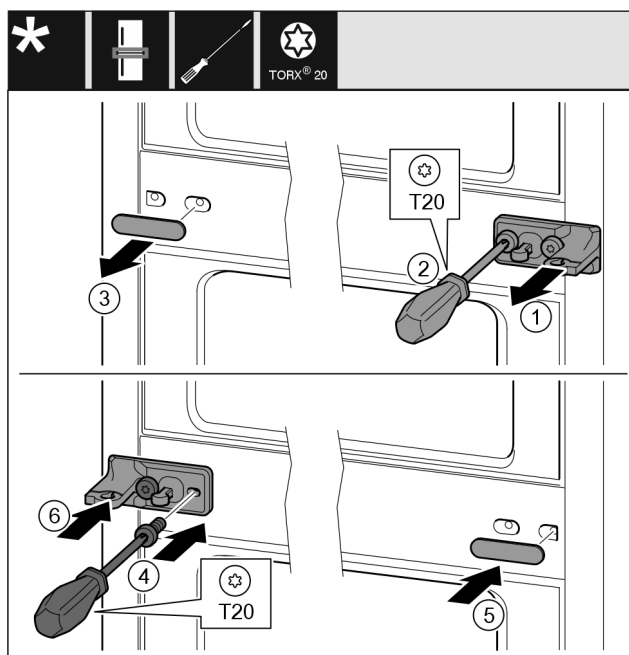

Fig. 21
- ▶ Scoateți șaiba. Fig. 21 (1)
- ▶ Extrageți prin rotire șuruburile cu șurubelnița T20. Fig. 21 (2)
- ▶ Desprindeți cu precauție apărătoarea. Fig. 21 (3)
- ▶ Înșurubați ferm pe cealaltă parte suportul de lagăr cu folie rotit cu 180°. Fig. 21 (4)
- ▶ Atașați pe cealaltă parte capacul rotit cu 180°. Fig. 21 (5)
- ▶ Montați șaiba din față. Fig. 21 (6)